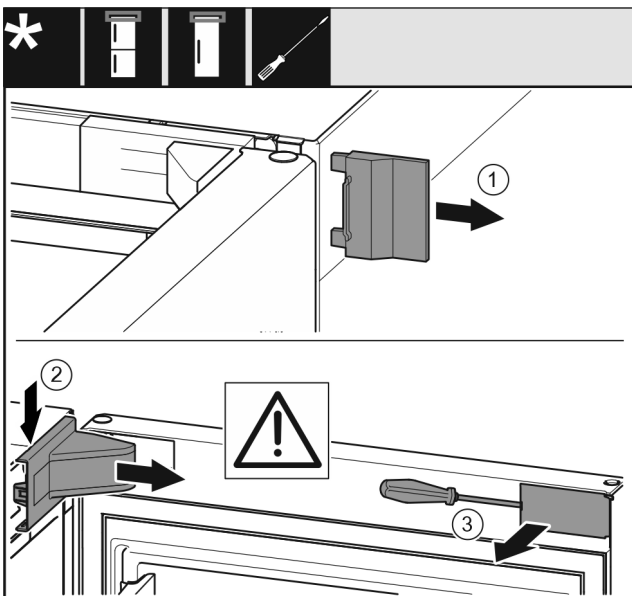

Fig. 9
- ▶ Sejměte vnější kryt. *Fig. 9 (1)*
- ▶ Odjistěte a uvolněte kryt stojanu ložiska. Sejměte kryt stojanu ložiska. *Fig. 9 (2)*
- ▶ Plochým šroubovákem vyjměte záslepku a otočte ji ke straně. *Fig. 9 (3)*